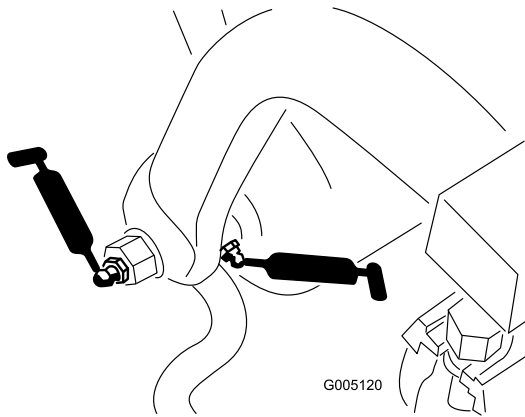

Figura 30
- Eje y rodillo del bastidor de tiro (12) (Figura 30)